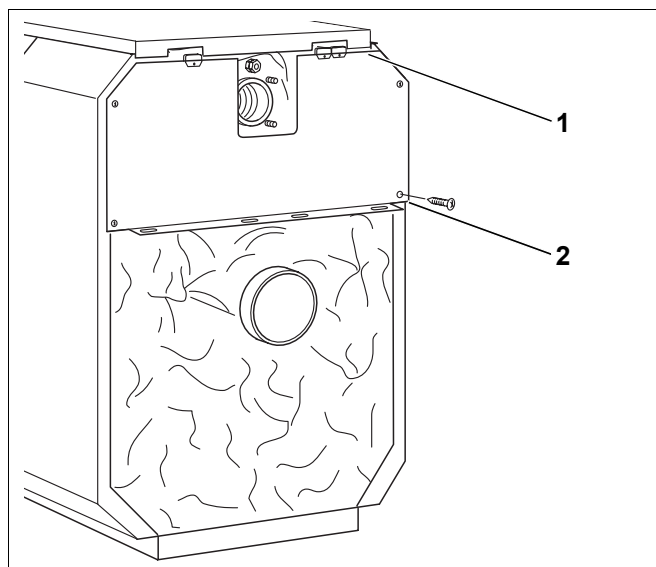

Bild 55 Obere Kesselrückwand montieren
- Obere Kesselrückwand unter die hintere Kesselhaube schieben (Bild 55, **Pos. 1**) und von hinten mit vier Blechschrauben an den Seitenwänden anschrauben (Bild 55, **Pos. 2**).